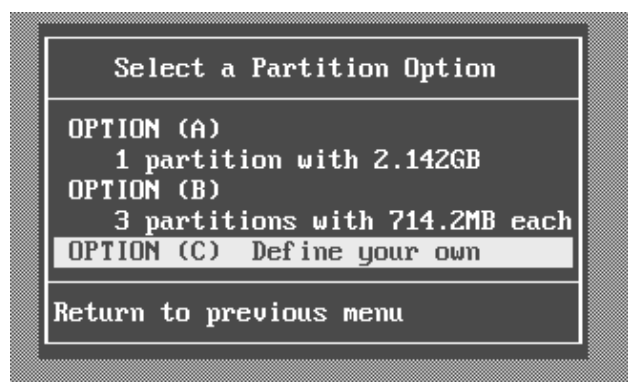

图 3-56 提示自己定义
这是一个进行分区大小的选择，DM 提供了一些自动的分区方式让你选择，如果你需要按照自己的意愿进行分区，请选择“OPTION (C) Define your own”，如图 3-56 所示。